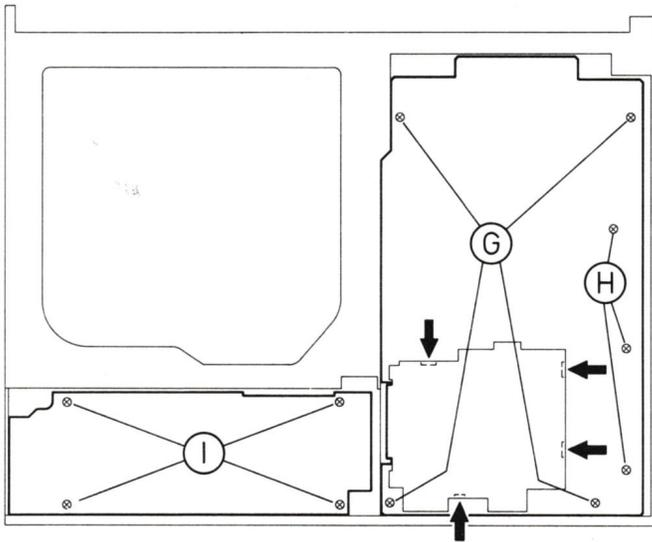

Fig. 5
Enlever les 4 vis (G), puis retirer le C.I.I (fig.5)
Enlever les 3 vis (H) et démonter l'ensemble tuner-modulateur (270)(271) en le soulevant (fig.5,6)